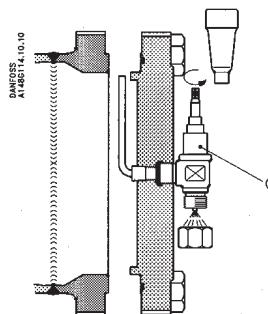

Fig. 3
Genmontér flydermekanismen i afgangsrøret og spænd skruen pos. C (fig. 3). Kontrolér at studsen er helt nede i afgangsrøret, og at svømmeren er placeret midt i huset, så den kan bevæge sig frit.
OBS! Udluftningsrøret pos. E (fig. 3) skal vende lodret opad.
Anvend altid en momentnøgle til tilspænding af topdækslet. Spænd boltene pos. F (fig. 3) med 300 Nm (220 Lb feet).
Incondensable gases might accumulate in the upper part of the float valve. Purge these gases by means of the purge valve pos. G (fig. 3).
- 1) **NB!** Before opening up the float valve, the system must be evacuated and the pressure equalized to atmospheric pressure by using the purge valve pos. G (fig. 3).